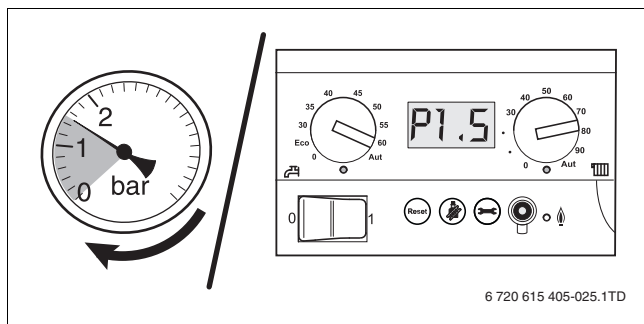

Fig. 10 Indicazione della pressione
- ▶ Aprire con attenzione il rubinetto dell'acqua e riempire lentamente l'impianto di riscaldamento. Prestare attenzione all'indicazione della pressione per il circuito di riscaldamento. Leggere la pressione sul display del pannello di comando (→ fig. 10).
- ▶ Leggere nuovamente la pressione di esercizio sul display dell'unità di comando di base (→ fig. 10, pag. 9). Qualora il valore della pressione sia inferiore a 1,0 bar, riempire nuovamente l'impianto di riscaldamento come descritto sopra.